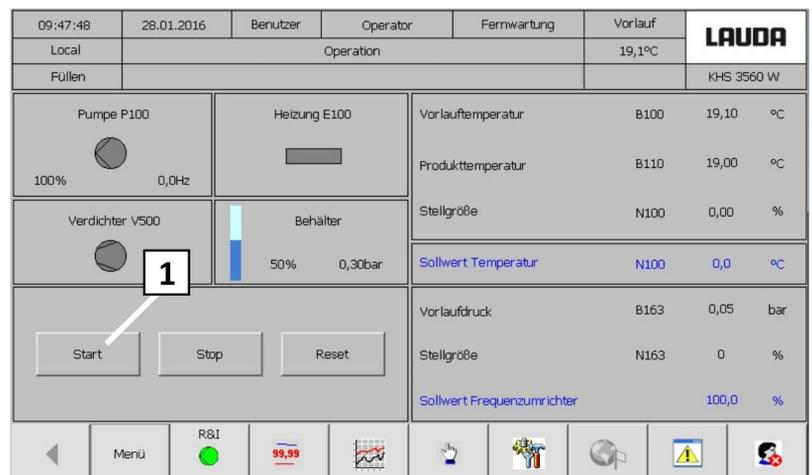

Abb. 74: Bildschirm Betrieb
**18.** Taste Start drücken (Abb. 74 [1]) Pumpe P100 aktiv, entsprechend Sollwertvorgabe Heizen oder Kühlen aktiv